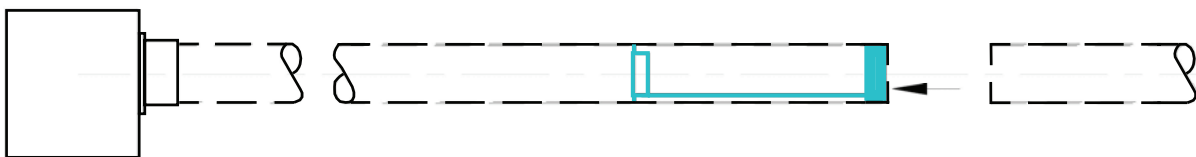

Figure 11. Installation de l'insert de brûleur
3. L'insert de brûleur lorsque nécessaire (se référer au Tableau 7 pour l'applicabilité et la quantité) doit être inséré dans le premier tube émetteur, où il doit joindre le deuxième tube émetteur comme le montre la Figure 11.